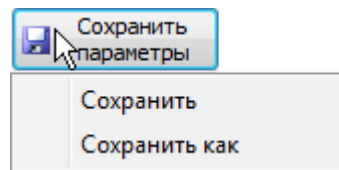

Рис. 7-48 – Выпадающее меню кнопки «Сохранить параметры»
10) Если запрос создан на основе ранее созданного пользователем, то при нажатии на кнопку «Сохранить параметры» раскроется список команд – выбрать пункт «Сохранить как» для сохранения запроса под новым именем или «Сохранить» для внесения изменений в существующий запрос (рис. 7-48).